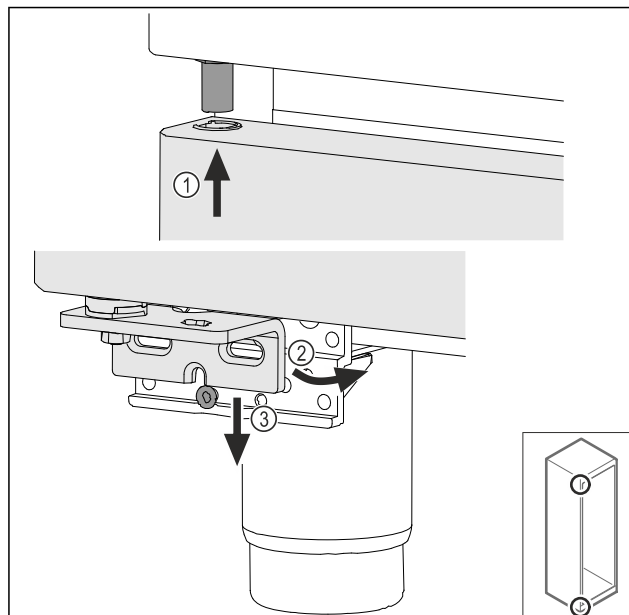

Fig. 74
- Deur iets gekanteld aan de bovenzijde terugplaatsen Fig. 74 (1), deur recht uitlijnen Fig. 74 (2) en aan de onderzijde op de lagerbokschroef Fig. 74 (3) plaatsen.